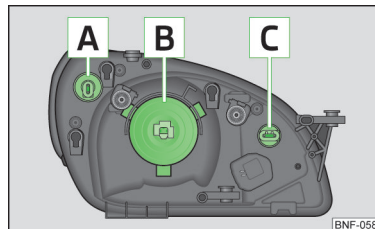
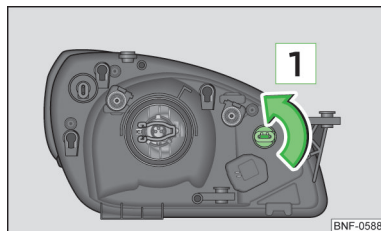
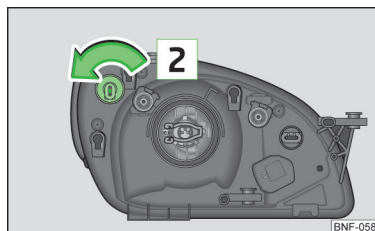

Fig. 127
Fig. 129
Fig. 130
Placering af pærer » Fig. 127
- Træk stikket af pæren **B** » Fig. 127 på side 137.
- Drej fatningen med pæren **C** » Fig. 127 på side 137 helt i pilens retning **1** » Fig. 129, og tag den ud.
- Drej fatningen med pæren **A** » Fig. 127 på side 137 helt i pilens retning **2** » Fig. 130, og tag den ud.